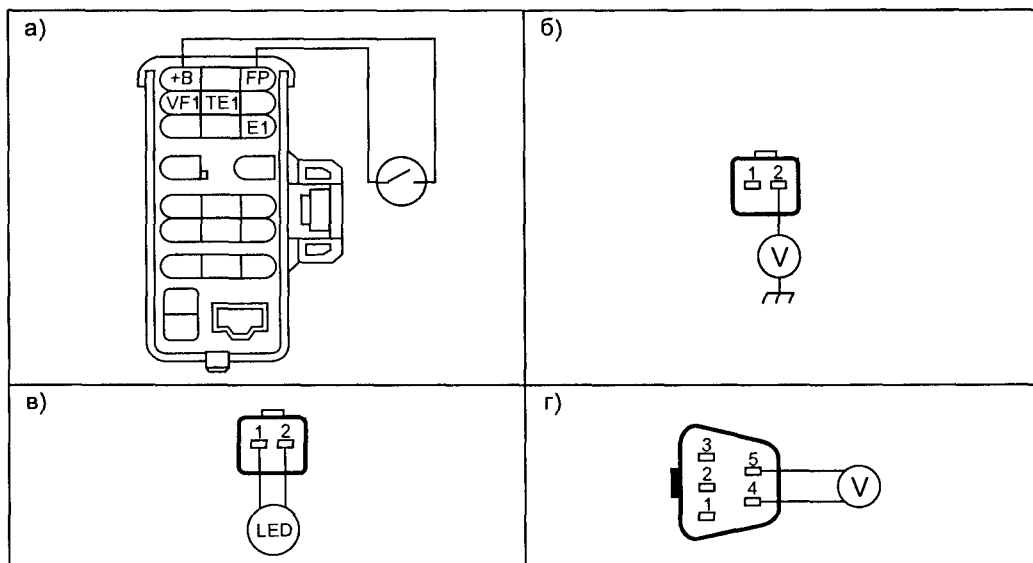

Рис. 2.7.6. Топливная система
- включают сервисный выключатель между контактами +B и FP разъема DLC (см. рис. 2.7.6а);
- если насос не работает, отключают разъем насоса от жгута и проверяют наличие напряжения 12 В на контактах 4 и 5 разъема (см. схему на рис. 2.7.1, 2.7.2 и рис. 2.7.6г);
- включают зажигание и проверяют наличие напряжения 12 В на контактах 2 разъемов жгута форсунок (см. рис. 2.7.6б), если питания нет, проверяют замок зажигания и соответствующие соединения;
- подключив между контактами 1 и 2 разъема жгута форсунки LED-индикатор (см. рис. 2.7.6в), коротко прокручивают двигатель стартером — индикатор должен вспыхивать, если этого не происходит, проверяют замок зажигания, предохранители EFI, IGN, ST, Gauge, реле K46, соответствующие соединения и при необходимости возвращаются к проверке ECM;